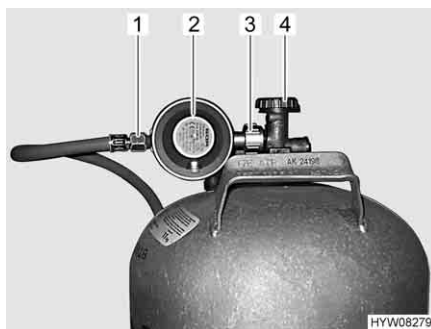

Fig. 78 Raccordo bombola del gas
- Chiudere la valvola principale di arresto (Fig. 78,4) della bombola del gas. Osservare la direzione della freccia.
- Tenere fermo il regolatore di pressione del gas (Fig. 78,2) e aprire il dado zigrinato (Fig. 78,3) (nella filettatura sinistra).
- Rimuovere il regolatore di pressione del gas con il tubo del gas (Fig. 78,1).
- Collocare il regolatore di pressione del gas (Fig. 78,2) con il tubo del gas (Fig. 78,1) sulla bombola del gas e serrare il dado zigrinato (Fig. 78,3) (generalmente filettatura sinistra). **Non** tirare con molta forza.